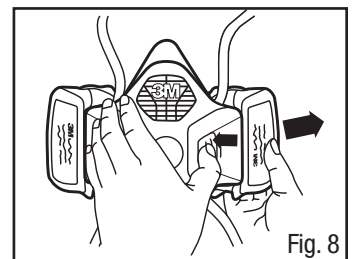

Fig. 8
5. Pour retirer la cartouche, appuyer sur le bouton de dégagement bleu de la cartouche/du filtre et tirer simultanément sur la cartouche/le filtre (Fig. 8).